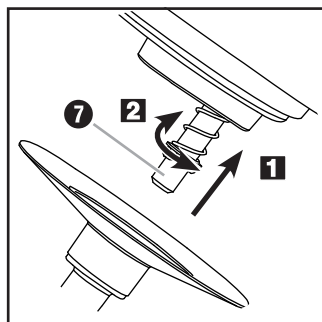

Fig. 2: Montering af redskaberne
6) Sæt æltekrogen 10, piskeriset 11 eller rørekrogen 12 på drivakslen 7 (fig. 2):
- Sæt æltekrogen 10, piskeriset 11 eller rørekrogen 12 (efterfølgende "redskabet") på drivakslen 7, så begge metalstifter på drivakslen 7 går ind i udskæringerne på redskabet 10 11 12 (fig. 2 / 1).
- Sæt redskabet 10 11 12 godt fast på drivakslen 7, så fjederen trykkes sammen, og drej samtidig redskabet 10 11 12 en smule mod urets retning (i retningen 1) (fig. 2 / 2).